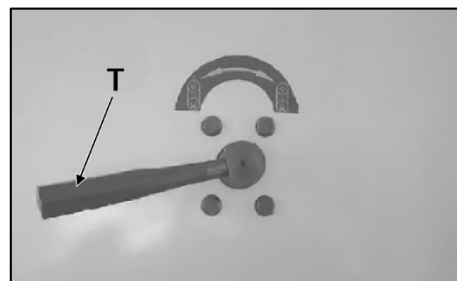

Рисунок 16.
Установите верхнюю направляющую 11 пильного полотна 12 в нижнее положение. Ослабьте рычаг быстрого натяжения/ослабления пильного полотна (T) (рис. 16), извлеките полотно.